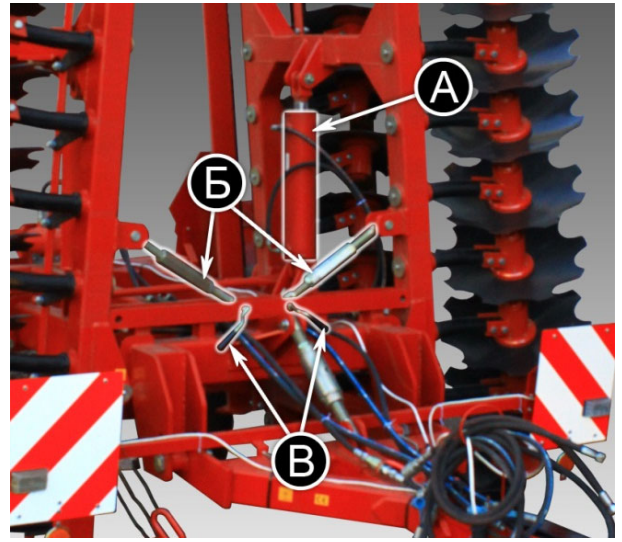

Рисунок 9. Фіксація секцій в робочому положенні
6. За допомогою гідравлічної системи підійміть (переведіть) ліву і праву секції борони в транспортне положення (секції повністю підняті (рисунок 9), штоки гідроциліндрів піднімання секцій повністю втягнуті (рисунок 9, поз. А).
7. Зафіксуйте секції в транспортному положенні за допомогою талрепів (рисунок 9, поз. Б), вставивши пальці в отвори на передній частині рами (рисунок 9, поз. В).